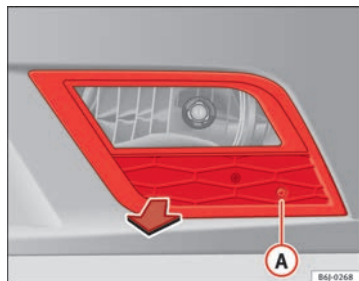

Fig. 170 Faro fendinebbia
- Rimuovere la vite ⇒ fig. 170 (A) della griglia del faro fendinebbia con un cacciavite.